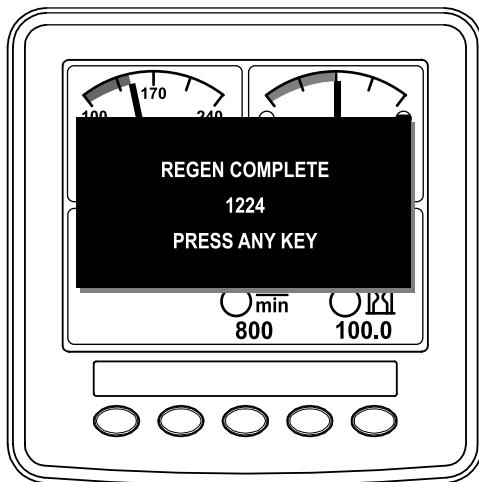

图31
- 当发动机计算机完成驻车或恢复再生时，InfoCenter（信息中心）将显示 ADVISORY #1224（第 183 号提醒）（图31）。按任意按钮可退出至主屏幕。